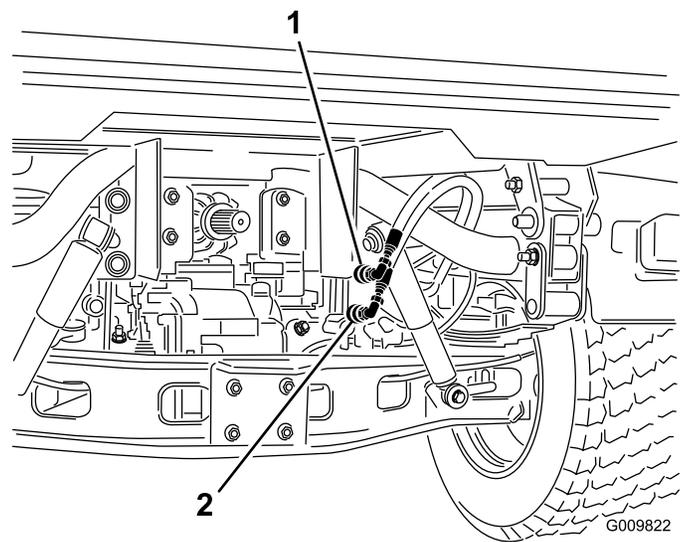

Bild 76
2. Schließen Sie an beiden Maschinen die zwei Schnellkupplungsschläuche von den Schläuchen ab, die an der Schnellkupplungshalterung befestigt sind (Bild 76).